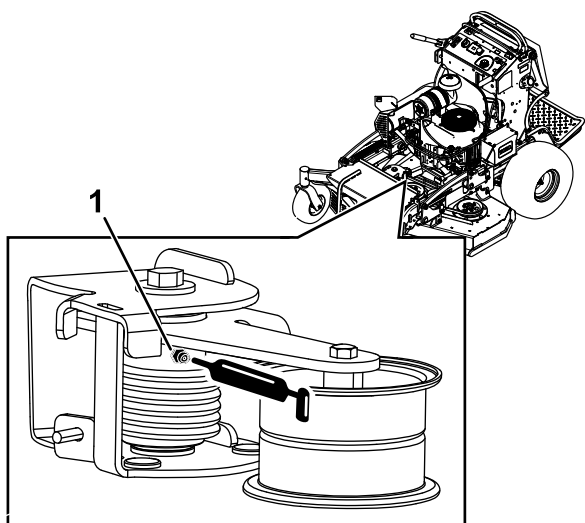

Bild 46
3. Fetten Sie die Drehspannscheibe am Mähwerk mit Hochtemperaturfett am Schmiernippel ein, wie in Bild 46 abgebildet.